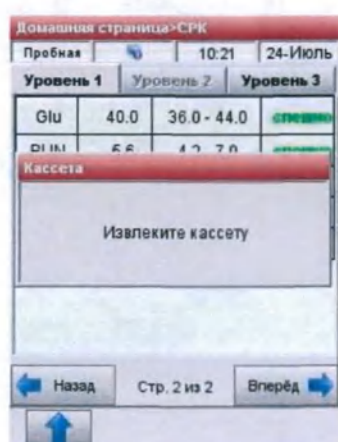

Рис.4-11 Извлеките кассету
- Вам будет предложено открыть крышку камеры и изъять СРК (Рис. 4-11).